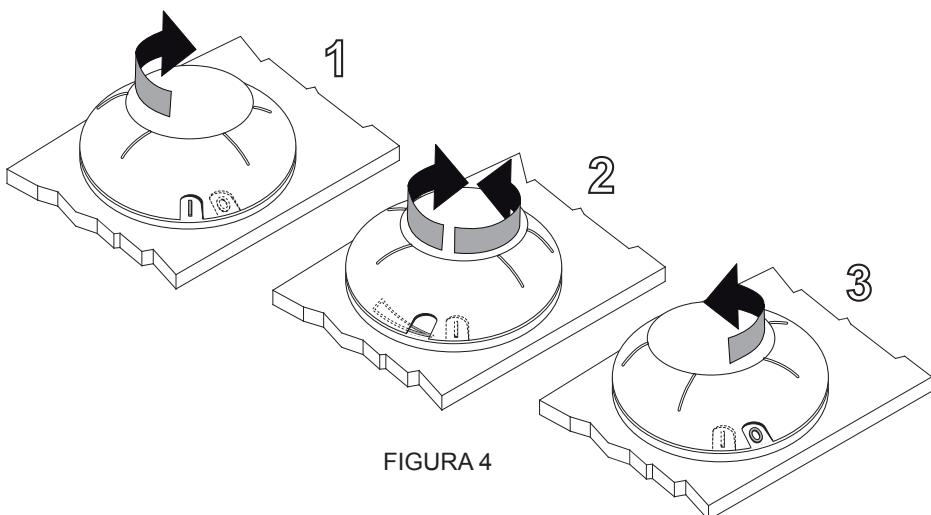

FIGURA 4
- Girando la virola del símbolo “O” al símbolo “I” (detalle 1 figura 4), el hidromasaje se pone en marcha.
- Regulen los flujos del aire girando la virola en sentido horario o antihorario (detalle 2 figura 4) en el símbolo “”.
- Giren la virola en el símbolo “O” para parar el hidromasaje (detalle 2 figura 4).